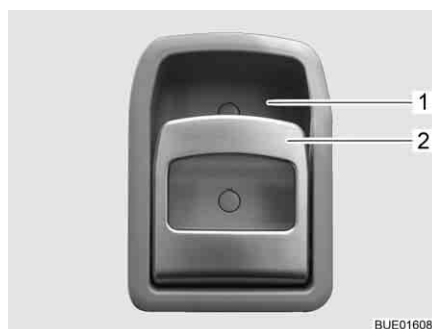

Fig. 49 Serrure de la porte cellule, à l'intérieur
- Tirer sur la poignée (Fig. 49,2). La serrure de la porte se déverrouille et s'ouvre.
- Appuyer sur la poignée (Fig. 49,2) en haut en direction de l'évidement (Fig. 49,1) dans lequel elle repose. La serrure de la porte se verrouille.